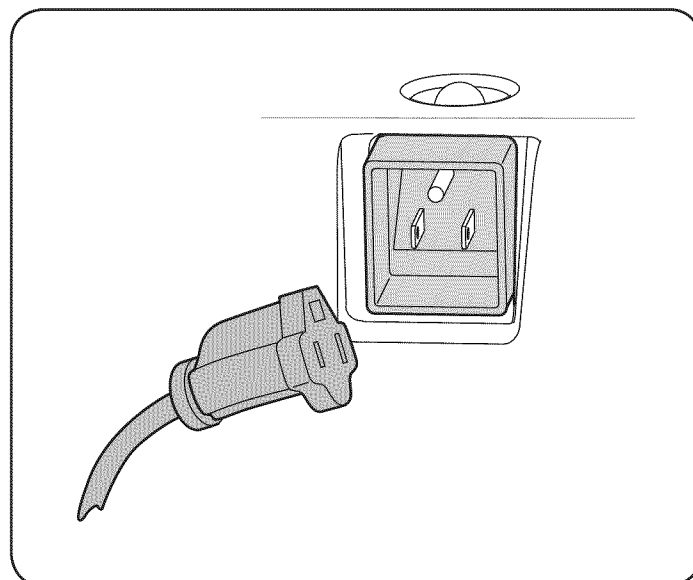

Figura 14
1. Conecte el prolongador a la salida situada en la superficie del motor. Conecte el otro extremo del prolongador a un tomacorriente de CA, 120 voltios con conexión a tierra, para tres patas, en un área bien ventilada. Vea la Figura 14.